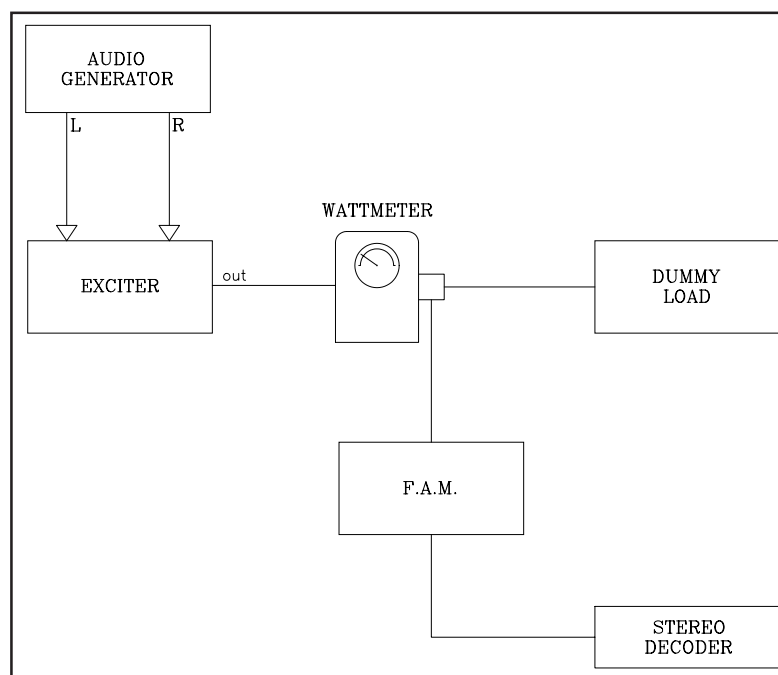

figura 10.1
Dopo avere sostituito una scheda stereo coder è necessario effettuare i seguenti controlli e regolazioni (vedere la figura 10.1):
Dopo aver inserito la scheda principale ed i relativi connettori procedere come descritto (figura 10.1):
- Osservare la figura 10.1, quindi collegare l'uscita RF a un carico fittizio.